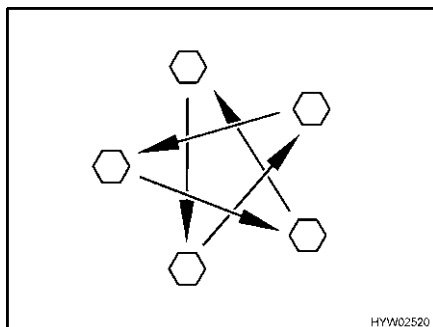

Fig. 274 Serrare a croce i dadi o i bulloni delle ruote
- Controllare regolarmente il serraggio dei dadi o dei bulloni. Regolare a croce (Fig. 274) il serraggio dei dadi o dei bulloni di una ruota sostituita dopo circa 50 km.
- ▷ Serrare a croce i dadi o i bulloni delle ruote (Fig. 274).